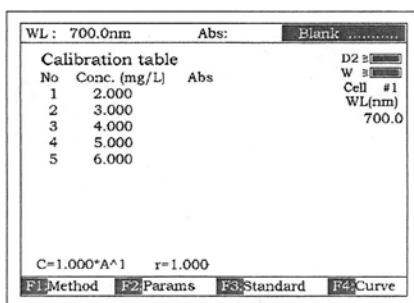

Fig 32
- Presione **[ESC/STOP]** para finalizar el ingreso de datos y salir del proceso (Fig 32).
- Empuje la celda del blanco hasta el paso del haz de luz, presione **[0Abs/%100T]**. El instrumento pasará a la longitud de onda y el blanco. Vea la Fig 32.